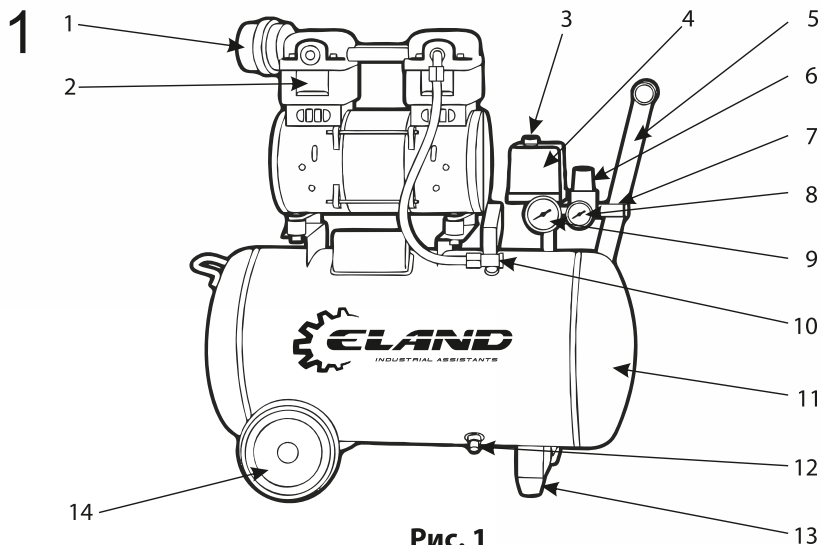

Рис. 1
- Блок поршневой (2) (См. Рис.1) – поршневая группа, одноступенчатая, с воздушным охлаждением - предназначена для выработки сжатого воздуха. Может быть с разным количеством цилиндров в зависимости от модели.
- Ресивер (воздухосборник) (11) (См. Рис.1) служит для сбора сжатого воздуха, выравнивания пульсации воздуха, получающейся в результате возвратно-поступательного движения поршня компрессора, отделения конденсата и масла. Ресивер является также корпусом, на котором смонтированы узлы и детали компрессора.
- Ресивер имеет штуцера для установки реле давления (прессостата) (4), обратного клапана (10), крана слива конденсата, предохранительного клапана, а также кронштейны для установки платформы.
- Реле (прессостат) (4) служит для обеспечения работы компрессора в автоматическом режиме, поддержания давления в ресивере.
- Штуцер (7) с регулятором давления (4) предназначен для подачи воздуха потребителю.
- Обратный клапан (10) (См. Рис.1) обеспечивает подачу сжатого воздуха только в направлении от поршневого блока к ресиверу.
- Манометр (9) предназначен для контроля давления в ресивере.
- Блок управления компрессором включает в себя: манометр давления в ресивере (9); манометр давления на выходе (8); реле давления (прессостат) (4); регулятор давления на выходе (6); кнопку пуска (3); клапан предохранительный.
1. Убедитесь в том, что кнопка пуска (3) на реле давления (4) (См. Рис.1) находится в положении «Выключено». Вставьте вилку питающего электрического кабеля в соответствующую розетку.
2. Переведите кнопку пуска (3) на реле давления (4) (См. Рис.1) в положение «Включено».
4. Остановите компрессор, вновь нажав на кнопку пуска (3) (См. Рис.1).
5. Присоедините к раздаточному штуцеру (7) шланг компрессорного оборудования.
- Для включения нажмите на кнопку пуска (3) (См. Рис.1) реле давления, чтобы установить ее в положение «Включено».
- Подсоедините шланг подачи сжатого воздуха к штуцеру (7) (См. Рис.1).
Постоянное использование максимального давления на выходе необязательно в работе. Зачастую, используемый пневмоинструмент (например, краскораспылитель) требует меньшего давления (порядка 3 - 5 бар). В таких случаях рекомендуется выставлять требуемое давление при помощи регулятора (6) (См. Рис.1), что позволяет снизить нагрузку на компрессор и соответственно увеличивает его ресурс.